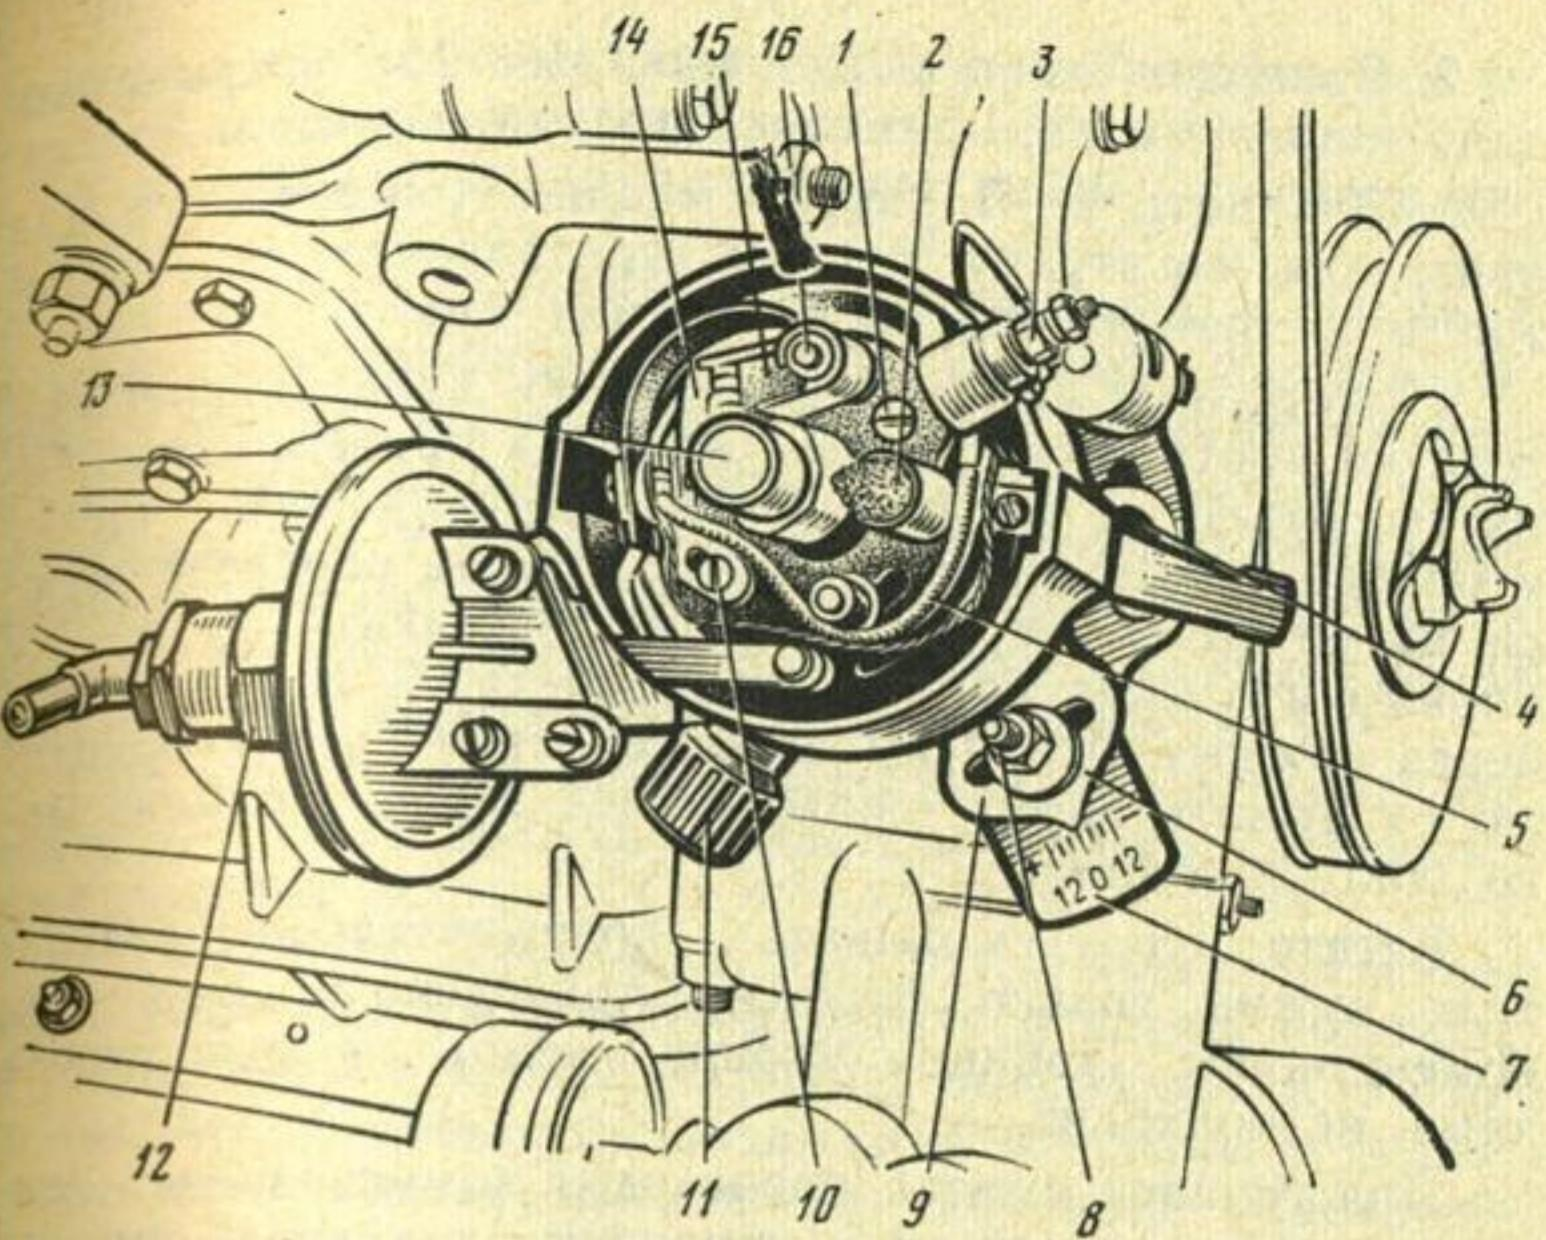

Рис. 9. Распределитель зажигания (со снятыми крышкой и ротором):
2. Медленно поворачивая пусковой рукояткой коленчатый вал двигателя, установите кулачок в положение, когда зазор между контактами прерывателя будет наибольшим, т. е. когда подушечка рычажка 15 (рис. 9) прерывателя установится на вершине грани кулачка.
2. Поверните коленчатый вал двигателя пусковой рукояткой до приближения токоразносной пластины ротора к зажиму 3 (см. рис. 9) низкого напряжения корпуса распределителя. Этому положению ротора соответствует такт сжатия в первом цилиндре. Продолжая вращать вал, установите поршень первого цилиндра в положение, соответствующее моменту проскачивания искры между электродами свечи (10° до в. м. т.).
3. Ослабьте гайку 8 (см. рис. 9) шпильки, стягивающей пластины 7 и 9 октан-корректора распределителя, и установите его корпус в среднее положение. Для этого совместите стрелку 6 подвижной пластины 9 октан-корректора с нулевой отметкой шкалы, нанесенной на пластине 7 (перемещающейся относительно корпуса распределителя), закрепляющей распределитель зажигания при помощи шпильки 4 на двигателе, и затяните гайку 8.